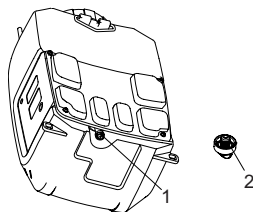

Figura 15
4. Desurubați capacul roșu pentru a deschide orificiul de intrare a apei, apoi conectați orificiul la robinetul de apă. Asigurați-vă că inelul O este plasat în interiorul capacului roșu. Consultați Figura 15.